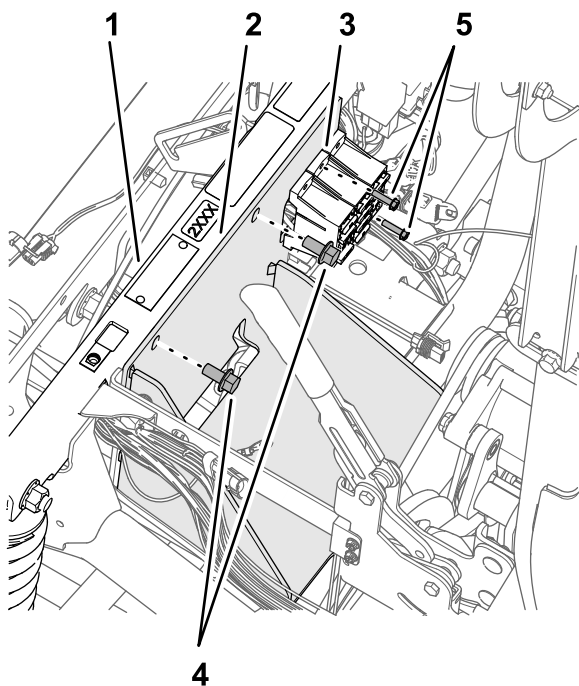

Figure 176
2. Fixez le support de batterie au tube de support amortisseur (Figure 176) à l'aide des 2 boulons à embase (3/8" x 3/4") que vous avez conservés à l'opération 4 de Dépose de la batterie (300 A) et de son support (page 81).
4. Fixez les porte-fusibles au support de batterie (Figure 176) avec le boulon (10"-24 x 3/4") et les écrous (10"-24) que vous avez retirés à l'opération 3 de Dépose de la batterie \(300 A\) et de son support (page 81).